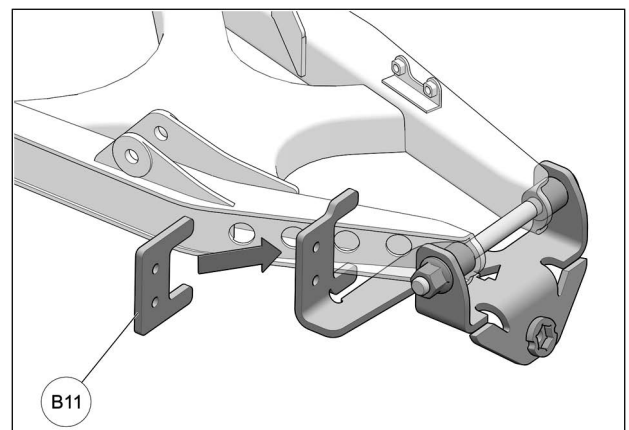

Fig. 9
9. Placer la plaque espaceur (B11) derrière l'extrémité en C de l'ancrage et aligner les trous. Voir la Fig. 9